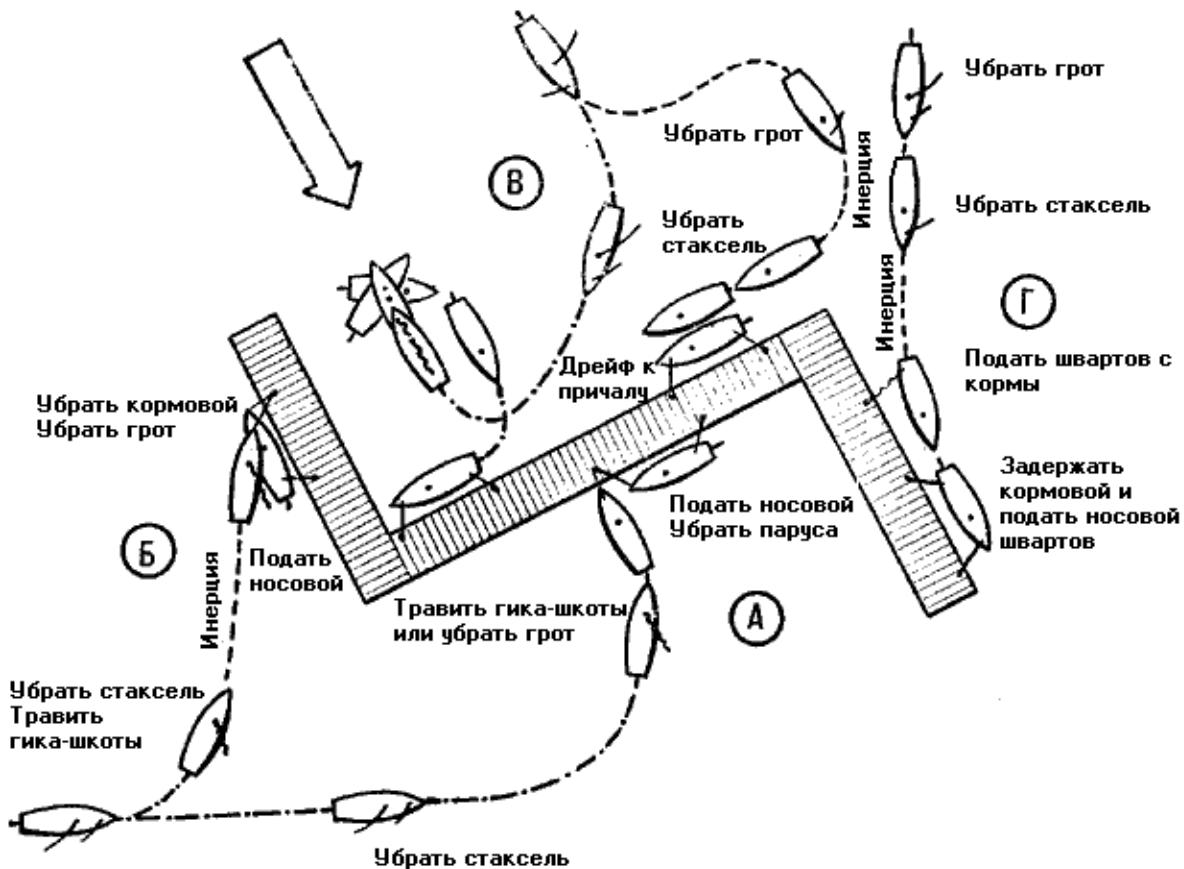

Рис. 125. Как подойти к причалу:
**При ветре, дующем от причала, в любом случае рекомендуется подходить к причалу носом в левентик с убранным стакселем и с минимальным ходом.** В последний момент матрос, находящийся на баке, спрыгивает на причал, одерживает яхту и закладывает швартов. Затем, если нужно поставить яхту лагом к причалу, с кормы подают, закладывают на причале и обтягивают кормовой швартов (рис. 125, А).
Когда ветер дует **вдоль причала**, подходить к нему следует также курсом бейдевинд, но под более острым углом и заранее травить шкоты, чтобы потерять ход. При этом надо иметь в виду: чем крупнее яхта, тем раньше травят шкоты и тем острее угол, под которым подходят к причалу. Как только инерция будет потеряна и нос яхты окажется в достаточной близости от причала, подается и крепится сначала носовой швартов, затем кормовой. Не следует медлить с подачей и креплением носового конца, так как нос яхты может отвалить, особенно если недостаточно растрявлен стаксель-шкот и ветер дует несколько с отжимом от причала (рис. 125, Б).
Несколько сложнее подойти к причалу при **навальном (прижимном)** ветре. Если он слабый и вода спокойна, к причалу подходят курсом галфвинд, заранее убирая грот, а затем и стаксель с расчетом потерять ход у места подхода. После этого яхта сдрейфовывает к причалу (рис. 125, В). Если ветер свежий, то подходить надо курсом галфвинд или бакштаг, идя под некоторым углом к причалу. На расстоянии полутора-двух корпусов от причала рулевой резко приводит яхту в левентик. Грот быстро убирают, стаксель выносят на ветер, чтобы развернуть яхту носом к причалу, и тут же убирают и его. Затем под рангоутом подходят к месту, разворачивают яхту вдоль причала, два матроса (с носа и с кормы) выпрыгивают на причал, одерживают яхту и швартуют ее.